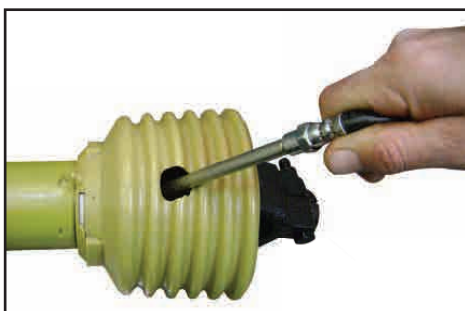

Figura 46
a) Lubrificar a cada 10 horas de trabalho o pino graxeiro das cruzetas, figura 46.